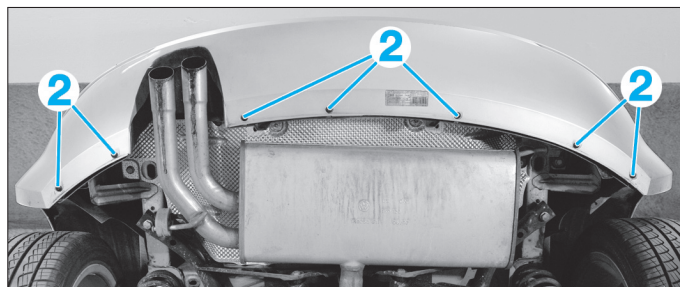

Fig. 79
- Déposer les vis inférieures (2) du bouclier (Fig.79).